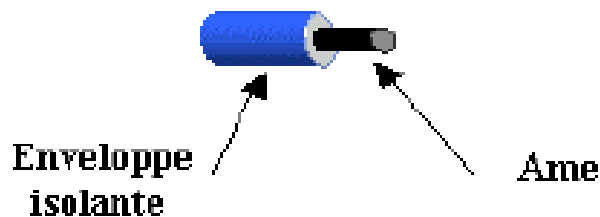

Figure 1.1- Conducteur isolé
- **Le conducteur isolé:** qui est un ensemble formé par une âme conductrice entourée d'une enveloppe isolante ( voir figure 1.1 ).